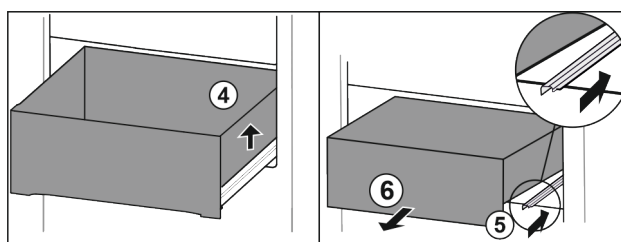

Fig. 127
- ▶ Nadzvedněte zásuvku vpravo. Fig. 127 (4)
- ▶ Zasuňte pravou kolejničku. Fig. 127 (5)
- ▶ Vyměňte zásuvku dopředu. Fig. 127 (6)